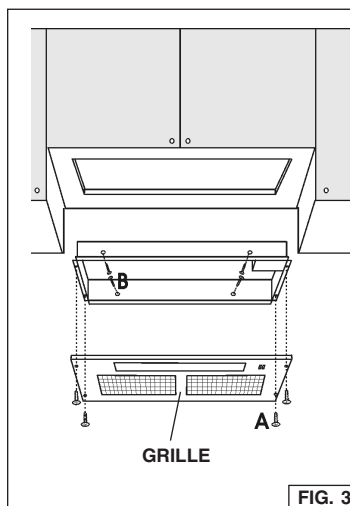
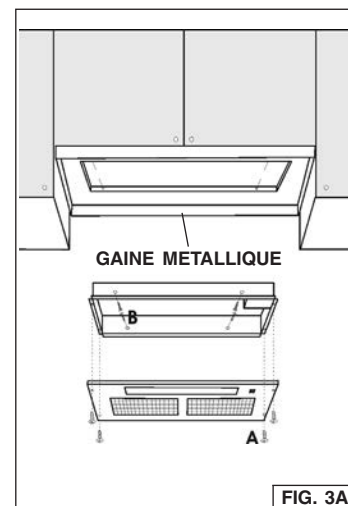

FIG. 3
FIG. 3A
2. Dévisser les quatre (4) vis « A » et retirer la grille en métal (Fig. 3).
3. **NOTE :** Pour les installations où le module se trouve à moins de 30 po (76 cm) au-dessus du plan de cuisson, il est recommandé de le monter dans un revêtement d'armoire en métal ou dans un matériau incombustible. Cette précaution facilitera le nettoyage et protégera l'armoire (Fig. 3A).
4. Placer la hotte dans le meuble (Fig. 3) ou dans la gaine en métal (Fig. 3A) et la fixer à l'aide des quatre (4) vis « B » de montage pour tôle. (Fig. 3 – installation arrière en bois – épaisseur recommandée 1/2 - 3/4 po).
1. Retirer la grille en enlevant les quatre (4) vis « A » de 3,9 mm x 6 mm (Fig. 3).